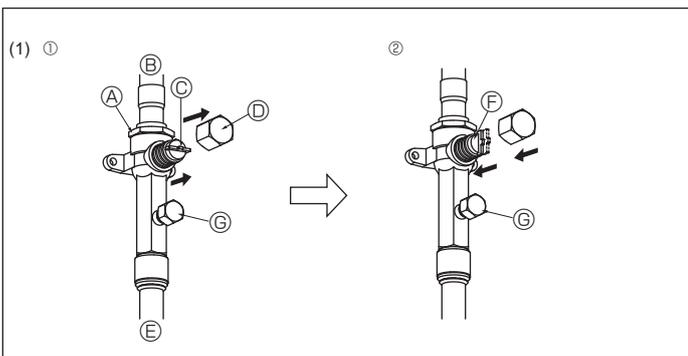

Fig. 4-12
- (1) Сторона с газом (Fig. 4-12)
- ① Снимите колпачок, потяните ручку на себя и поверните на 1/4 оборота против часовой стрелки для открытия.
- ② Убедитесь в том, что запорный кран полностью открыт, надавите на ручку и поверните колпачок в первоначальное положение.